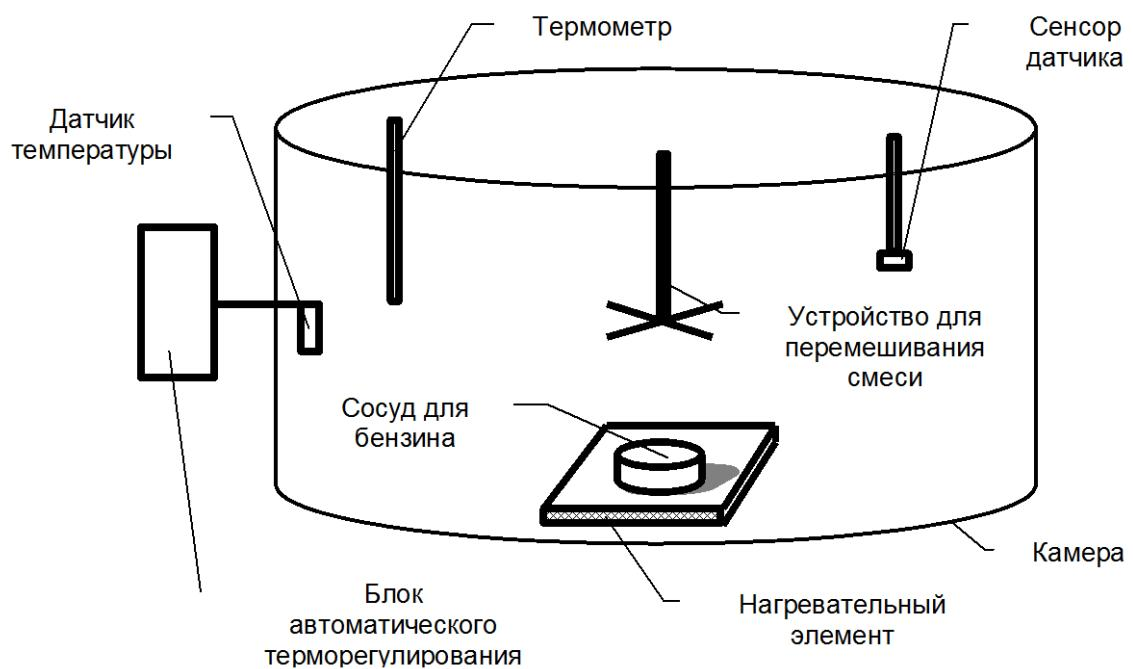

Рис.5. Схема поверки газоанализатора по парам бензина и дизельного топлива.
- 1) Собрать стенд для приготовления поверочных концентраций паров бензина в соответствии со схемой, приведенной рис.5.